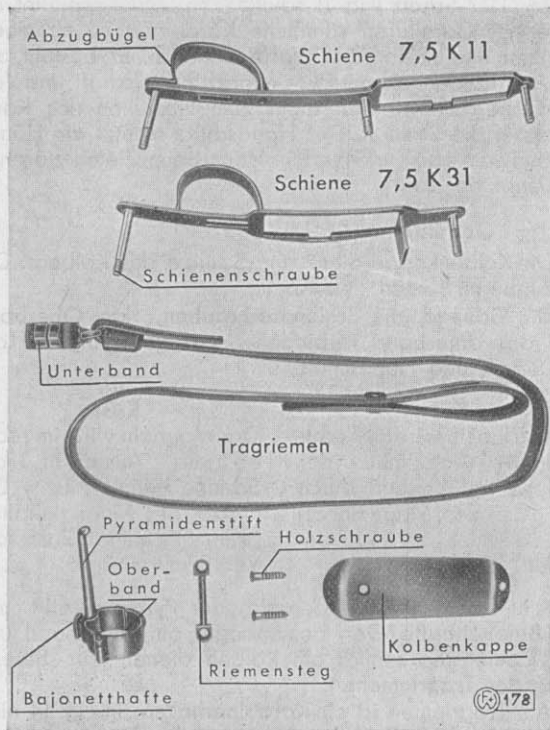

Fig. 14
16. Garnituren (Fig. 14).
Am Tragriemen ist ein **Karabinerhaken** (in Fig. 14 nicht abgebildet) befestigt, der das Lösen des Tragriemens auf